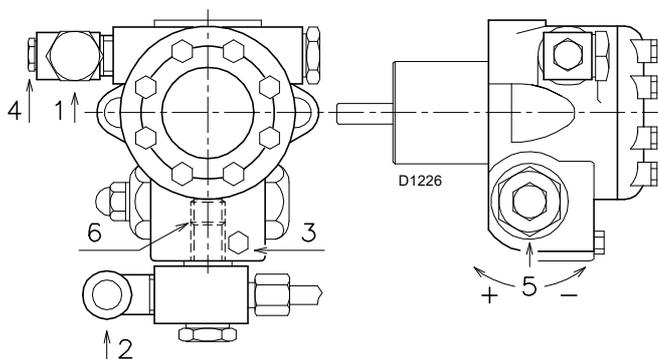

Abb. 21
- Damit sich die Pumpe selbst einschalten kann, muss die Schraube 3)(Abb. 21) an der Pumpe gelockert werden, damit der Ansaugschlauch entlüftet werden kann.